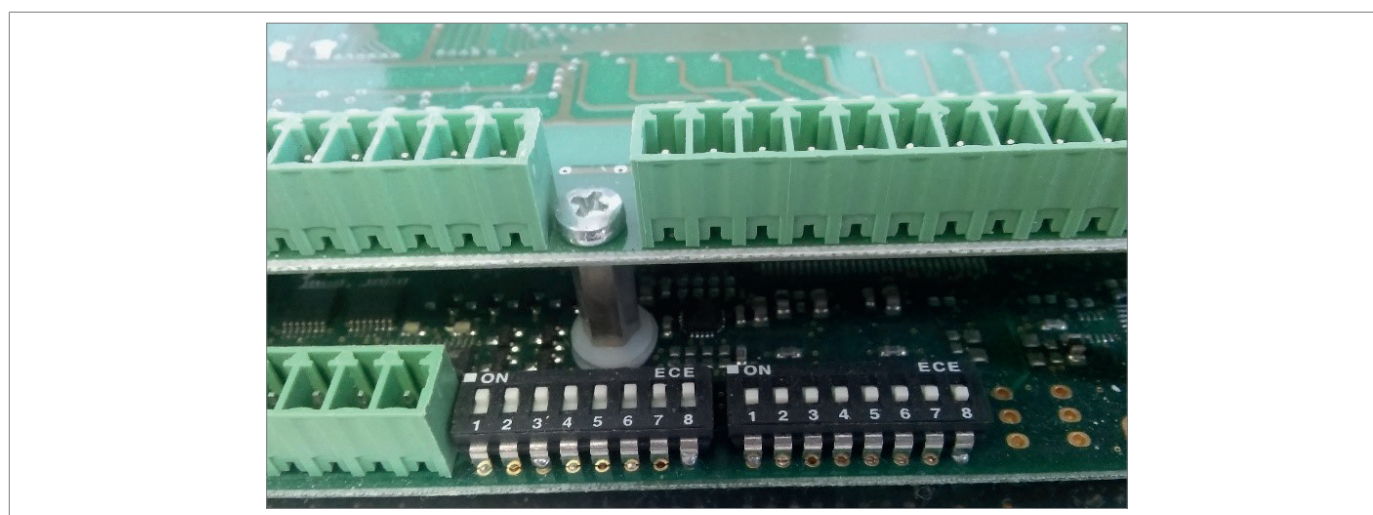

Fig. 4.5. Ingressi analogici AQUALOG MASTER
La modalità di lettura per ciascun canale viene impostata tramite i 2 banchi di dip switch riportati in Fig. 4.5.
Il collegamento di strumentazione da campo agli ingressi analogici deve essere effettuato ricordando che questi ingressi sono passivi. Il segnale di misura in corrente o tensione deve quindi essere alimentato autonomamente: la polarità negativa del segnale va collegata al morsetto comune del connettore (C) mentre quella positiva al morsetto de canale, come schematizzato in Fig. 4.5.